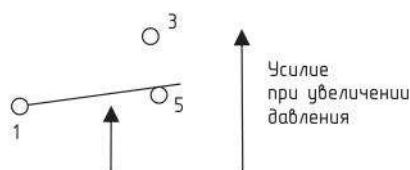

Рисунок 1 – Диаграмма срабатывания реле давления РДф
1.3.2.2 При снижении давления и достижении предела $P_{уст.}-P_{диф.}$ происходит переключение однополюсного механического контакта, контакты 1 и 3 размыкаются, а контакты 1 и 5 – замыкаются (смотри рисунок 1).